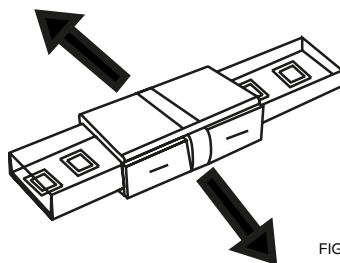

FIG 13.
14. Sluit de ledstrips aan op de aanbevolen 24V led driver en schakel de spanning in om te controleren of de ledstrips op de juiste manier zijn doorverbonden. Controleer door lichte bewegingen of de ledstrips stevig zijn verbonden met de connector (zie fig 13).